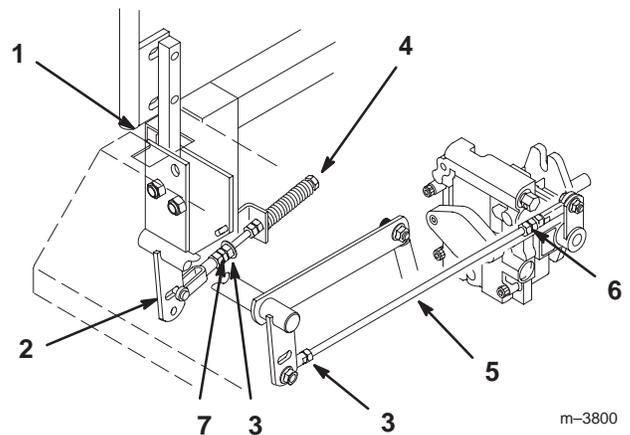

Figure 47
2. Commencez par le levier de commande gauche ou droit. Placez le levier au point mort (sans le verrouiller), puis tirez-le en arrière jusqu'à ce que l'axe de chape (situé sur le bras au-dessous de l'axe de pivot) touche l'extrémité de la fente (c.-à-d. commence juste à appuyer sur le ressort) (Fig. 47).
3. Vérifiez la position du levier par rapport au cran de la console ; il doit être centré de façon à pouvoir pivoter vers l'extérieur jusqu'à la position de verrouillage du point mort (Fig. 47).
4. Desserrez le contre-écrou sur la rotule de la tige de commande de la pompe (Fig. 47).
6. Réglez la longueur de la tige de pompe en tournant les doubles écrous dans le sens voulu, jusqu'à ce que la roue soit immobilisée ou tourne légèrement en marche arrière (Fig. 47).